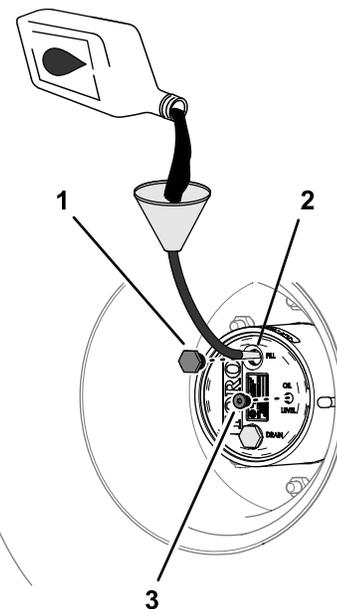

Figura 85
4. Se o nível de óleo estiver baixo, retire o tampão de enchimento e adicione o óleo especificado até começar a sair pelo furo do tampão de verificação (Figura 85).
6. Instale o tampão de enchimento e o tampão de verificação (Figura 85).
- Através do furo do tampão de enchimento, adicione lentamente o lubrificante de engrenagens especificado; consulte Figura 85 em Verificação do lubrificante da transmissão da engrenagem planetária (página 68).
- Instale o tampão de enchimento e o tampão de nível de óleo; consulte Figura 85 em Verificação do lubrificante da transmissão da engrenagem planetária (página 68).